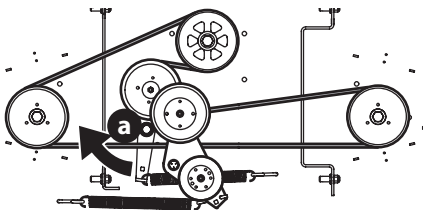

Figure 60
5. A l'aide d'un tournevis de 1/2 po, insérez l'extrémité dans l'ouverture carrée de 1/2 po de l'ensemble de pignon du plateau de coupe (a) et faites tourner l'ensemble de pignon du plateau de coupe (a) dans le sens horaire (Figure 60). Tout en maintenant l'ensemble du galet tendeur (a), détachez la courroie du plateau de coupe de la poulie et faites-la glisser pour l'écarter de la poulie.
6. Acheminez la nouvelle courroie (Figure 60). Réinstallez ensuite le plateau de coupe et la courroie de PDF.